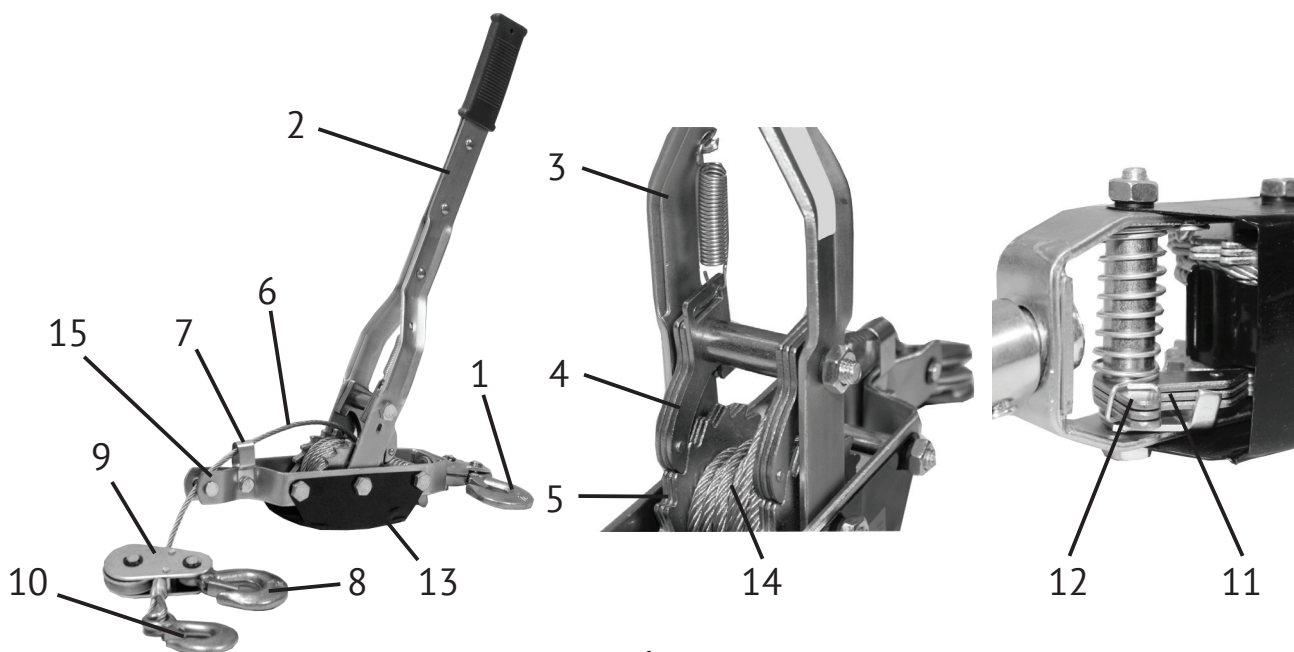

рис. 1
4.1 Общий вид лебёдки представлен на рис. 1
4.2 Барабан с тросом (рис.1 поз.14), двойным храповым механизмом и фиксатором (рис.1 поз.11) закреплены на осях, внутри прочного металлического корпуса (рис.1 поз.13). Толкатель (рис.1 поз.4) с пружиной (рис.1 поз.3) закреплены на оси в нижней (раздвоенной) части рычага (рис.1 поз.2). Пружина имеет два фиксированных положения: сдвинута по дуговому пазу к неподвижному крюку – свободный ход толкателя, сдвинута в противоположную сторону – толкатель входит в зацепление с храповым колесом для передачи тягового усилия на барабан. Блок полиспаста (рис.1 поз.9) свободно перемещается вдоль троса (рис.1 поз.6).
- переместить нижний конец пружины (рис.1 поз.3) по пазу в сторону неподвижного крюка (рис.1 поз.1), при этом толкатель (рис.1 поз.4) выйдет из зацепления с храповым колесом (рис.1 поз.5) – холостой ход рычага;
- удерживая лебёдку с рычагом в верхнем положении, нажать (снизу – вверх) рычаг (рис.1 поз.12), чтобы вывести зуб фиксатора (рис.1 поз.11) из зацепления с храповым колесом;
- вытянуть (возможно с посторонней помощью) трос (рис.1 поз.6), раскручивая его с барабана (рис.1 поз.14) на нужную длину и отпустить рычаг фиксатора;
- закрепить неподвижный крюк (рис.1 поз.1) на основании, а подвижный (рис.1 поз.10) на перемещаемом грузе.
- переместить нижний конец пружины толкателя в положение, противоположное неподвижному крюку (как показано на рис.1). При этом зуб толкателя (рис.1 поз.4) войдёт в зацепление с храповым колесом (рис.1 поз.5);
- при движении рычага (рис.1 поз.2) к неподвижному крюку (рис.1 поз.1), толкатель вращает храповое колесо с барабаном, и трос перемещает груз к лебёдке;
- при обратном ходе рычага, зуб фиксатора (рис.1 поз.11) входит в зацепление с храповым колесом и стопорит барабан и груз. Толкатель рычага перемещается по храповому колесу с характерными щелчками.
- закрепить подвижный крюк (рис.1 поз.10) на оси крепления (рис.1 поз.15);